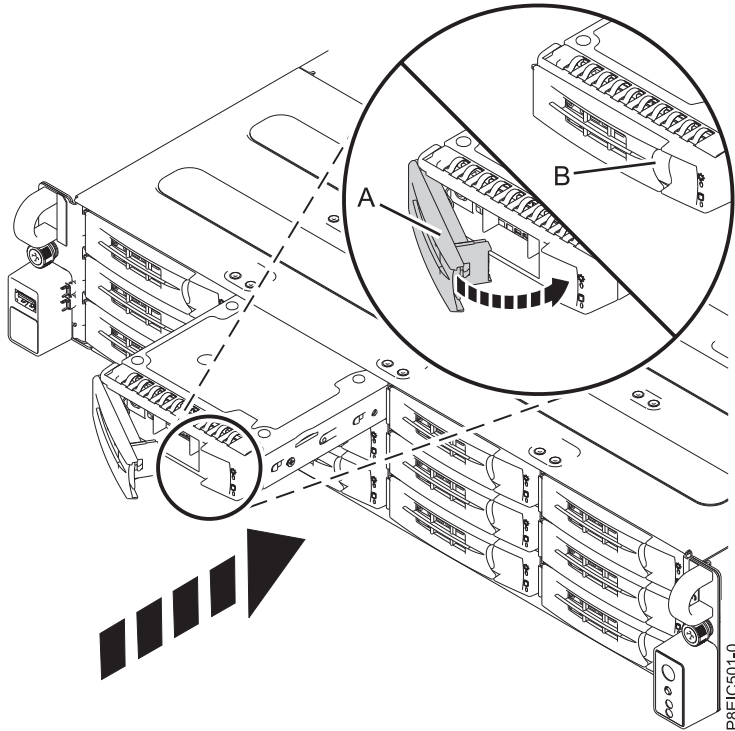

Figure 12. Verrouillage de la poignée du tiroir d'unité
6. Maintenez le tiroir d'unité par le bas lorsque vous le positionnez. Faites glisser complètement le tiroir d'unité dans le système. Appuyez sur le tiroir d'unité jusqu'à ce que sa poignée (A) commence à se fermer et appuyez sur celle-ci jusqu'à ce qu'elle s'enclenche, comme illustré dans la figure 12, à la page 14.